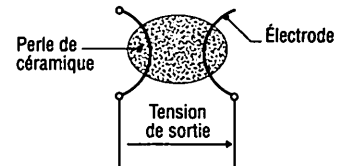

Fig. 7 : Détection de gaz toxiques.
**f) Détecteur de gaz toxique (fig. 7)**